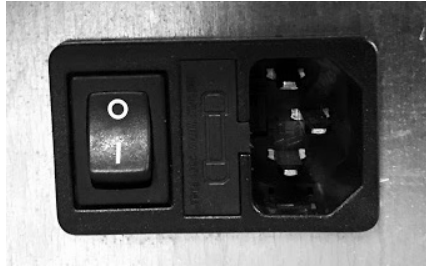

Fig. 24 - Presa elettrica con interruttore generale
- Collegare il cavo di alimentazione prima sul retro della stufa (vedi **Fig. 24**) e poi ad una presa elettrica a parete.
- L'interruttore generale O/I (vedi **Fig. 24**) va azionato solo per accendere la stufa, in caso contrario è consigliabile tenerlo spento.